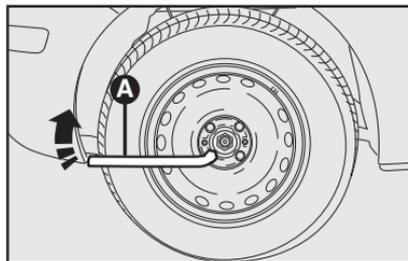
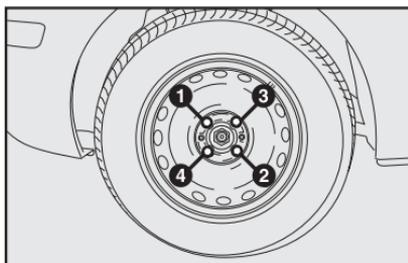

fig. 11
fig. 12
- Apriete a fondo los tornillos, utilizando la llave **A-fig. 11** pasando de un tornillo al otro diametralmente opuesto siguiendo el orden ilustrado en la **fig. 12**.